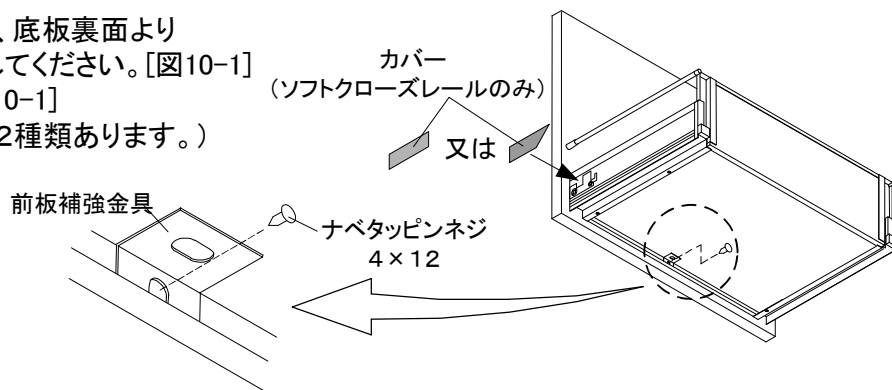

図10-1
- 引出し、小引出しについては、調整終了後、底板裏面より前板補強金具を用いて付属のネジで固定してください。[図10-1]
- レール側面にカバーをはめてください。[図10-1]